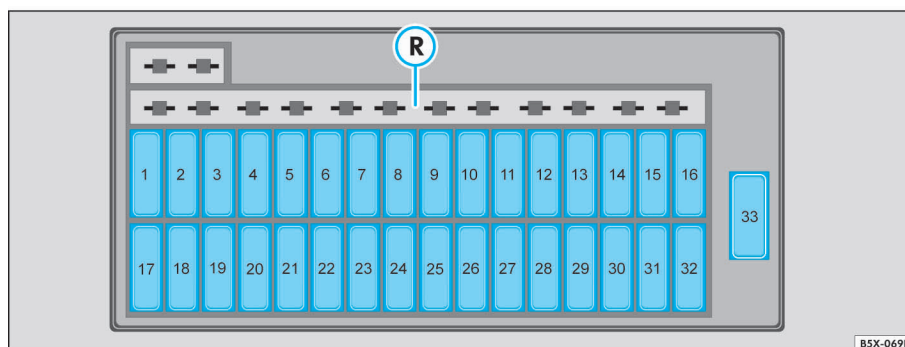

Fig. 121 Caja de fusibles
Los diferentes circuitos eléctricos están protegidos a través de fusibles. Se recomienda que se mantenga siempre en el vehículo algunos fusibles de reserva, que podrán ser alojados en la parte superior de la caja de fusibles (R) ⇒ fig. 121